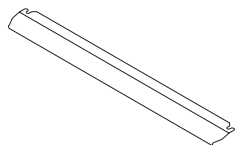

Figura 26
1. Um painel de segurança é projetado para proteger o painel de controle e os botões quando o forno estiver no modo de grelhador. (figura 26)